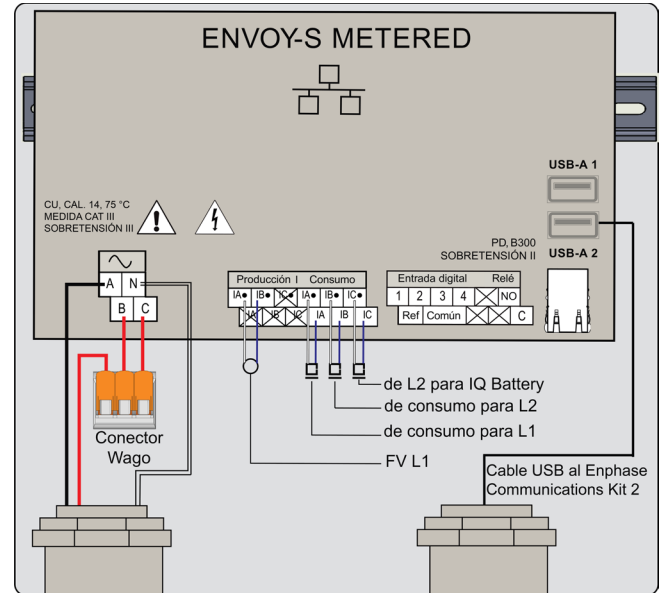
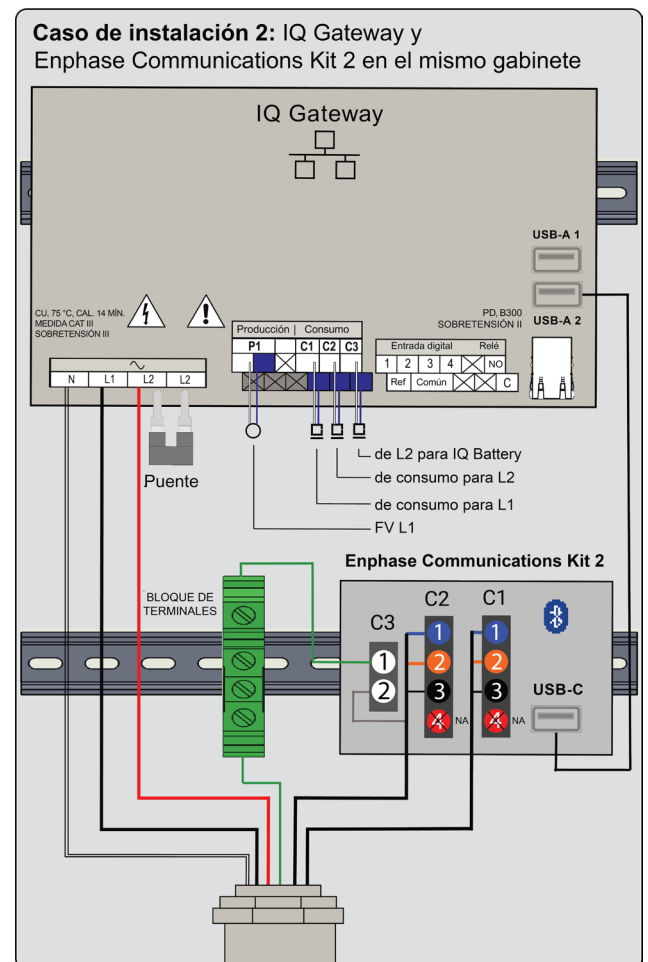

Figura 8: Cableado del Envoy S Metered
Figura 9: Diagrama de cableado cuando el IQ Gateway está instalado en el gabinete del Communications Kit 2
- Conecte los cables conductores del TC al puerto C3 de los medidores de consumo del IQ Gateway. (Consulte el diagrama de cableado en la figura 9). Cuando se utiliza un Envoy S Metered, conecte el dispositivo a los puertos IC y de consumo IC, como se muestra en la figura 8.